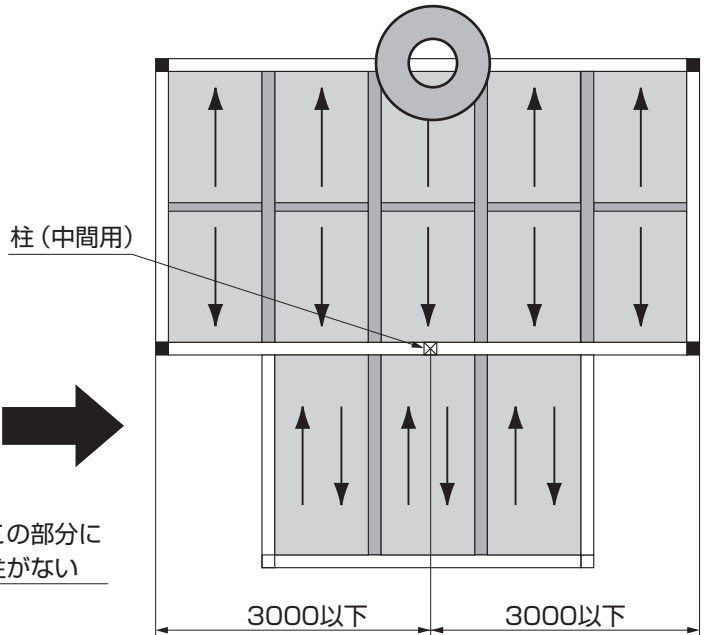

図1-16
- ルーフ本体を接続するフレーム部は、必ず柱ピッチが3000mmを超えないように柱を追加してください。(図1-16参照)